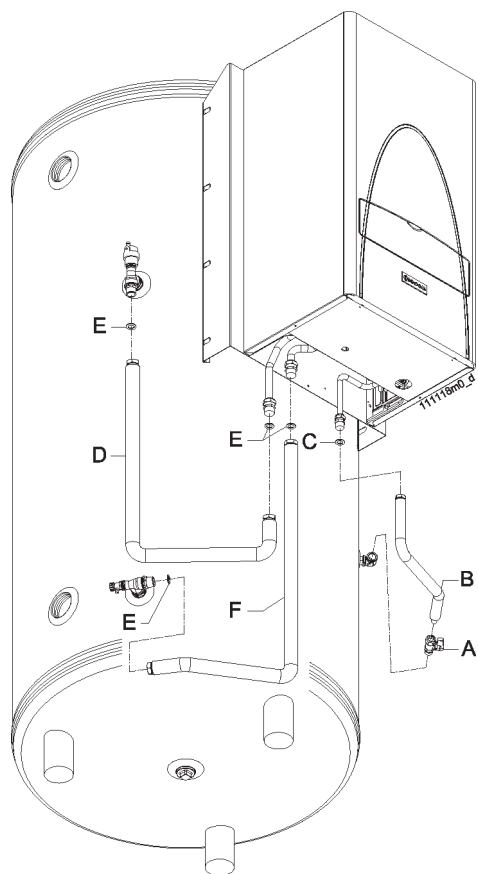

Figura 18 - Collegamento B-W con BME, BMS, CLS e AXIA
- bollitore B-W e caldaie serie BME, BMS, CLS e AXIA vedere figura 18;